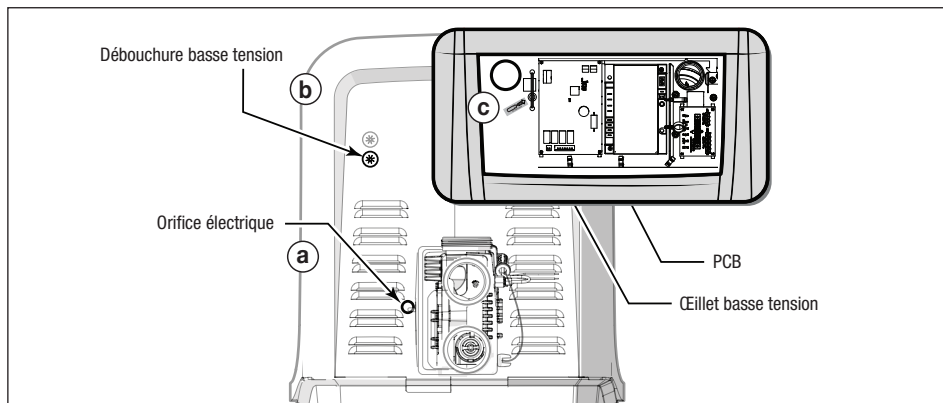

Figure 11. Routage du harnais de dérivation JXi
14. Faire passer le faisceau à travers l'œillet au niveau de la goulotte basse tension, se reporter à la *Figure 11 (c)*.